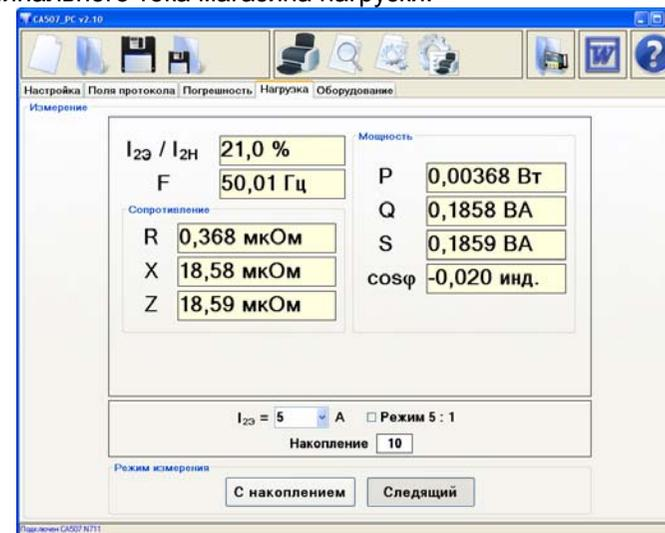

Рисунок 2.13
1) Для подготовки к измерению щелкнуть по вкладке "Нагрузка". Установить значение номинальной силы вторичного тока ТТ эталонного $I_{2н}$ (рисунок 2.13), для чего в поле " $I_{2н}$ " выбрать значение из списка или ввести с помощью клавиатуры. Если выполняется измерение характеристик магазинов нагрузок, то в поле " $I_{2н}$ " следует вводить значение номинального тока магазина нагрузок.